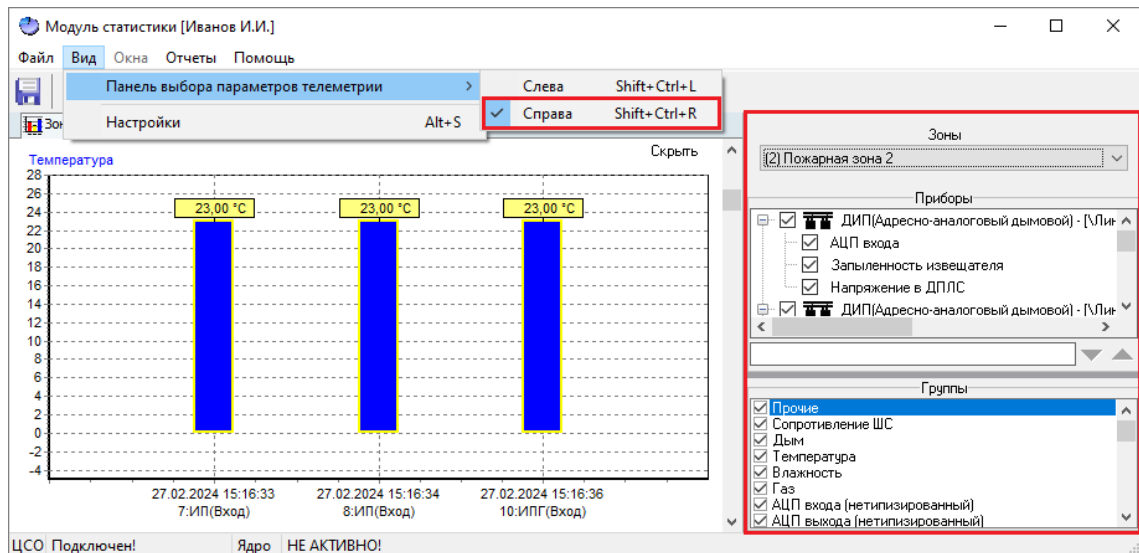

Рисунок 12-16 Расположение панели выбора параметров телеметрии и панели "Группы" справа
- Справа (горячие клавиши – Shift+Ctrl+R) – выберите этот пункт меню, чтобы разместить панель выбора параметров телеметрии и панель «Группы» в главном окне программного модуля «Статистика» справа (см. Рисунок 12-16).